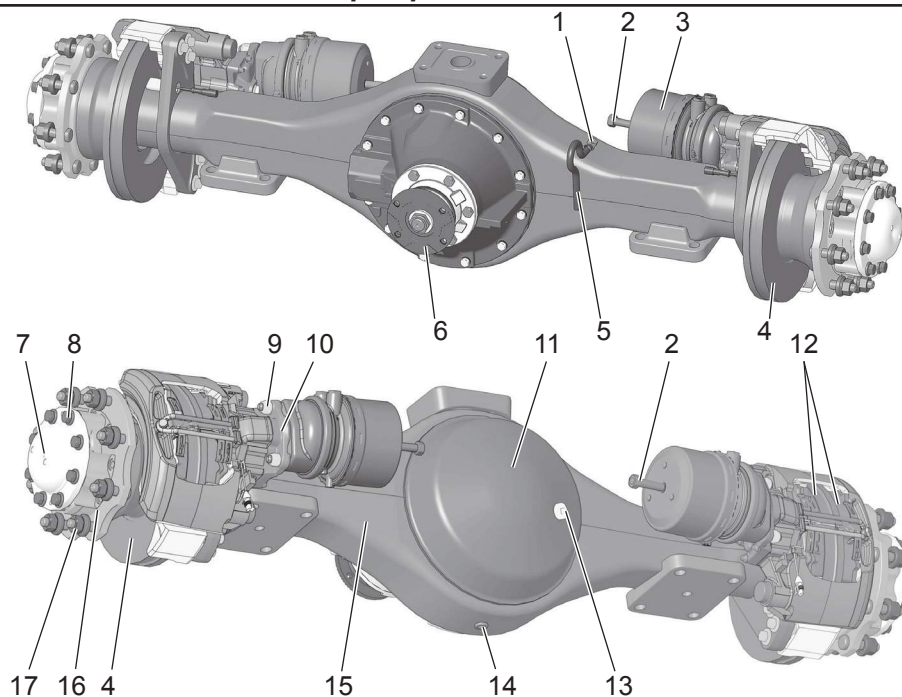

Рисунок 4.3.1 – Ведущий мост:
На автобусы МАЗ установлен ведущий мост Dana Corporation 10.24. Вид ведущего моста приведен на рис. 4.3.1. Мост оснащен дисковыми тормозными механизмами «Wabco».
– вывернуть магнитную контрольную пробку 13, магнитную сливную пробку 14 (рис. 4.3.1) и слить масло в емкость;